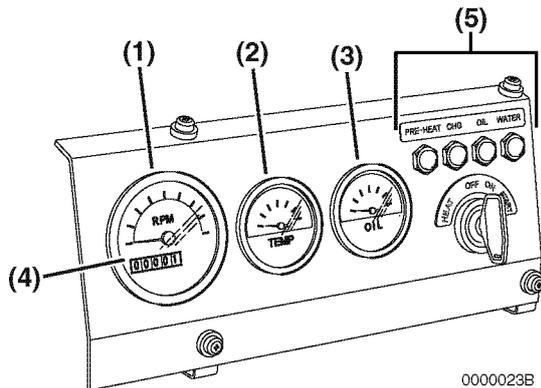
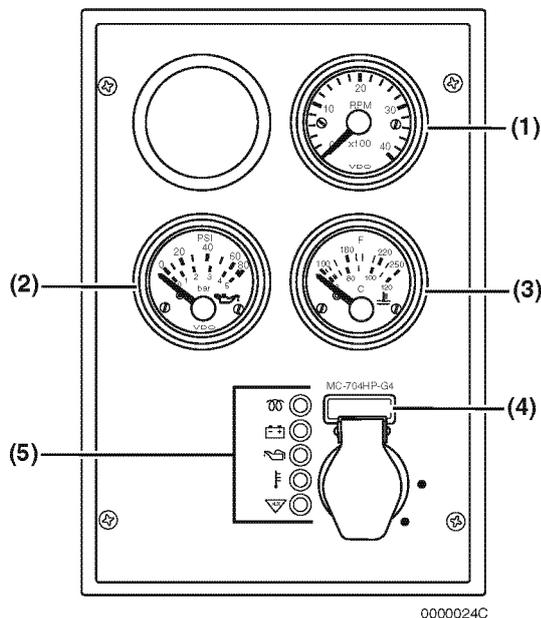

Abbildung 4
Abbildung 5
1. Während der Motor läuft, die Instrumente auf normale Anzeige hin überprüfen. Die in **Abbildung 5** und **Abbildung 4** abgebildeten Instrumente, dienen nur zur Veranschaulichung.
- **Tachometer (Abbildung 5, (1))** or **(Abbildung 4, (1))** - Sicherstellen, dass die Motordrehzahl innerhalb des normalen Grenzbereichs liegt. *Siehe Drehzahlspezifikationen auf Seite 112.*
- **Motoröldruck (Abbildung 5, (2))** or **(Abbildung 4, (3))** - Sicherstellen, dass der Motoröldruck innerhalb des normalen Grenzbereichs liegt. *Siehe Motorhauptspezifikationen: auf Seite 113.*
- **Kühlmitteltemperatur (Abbildung 5, (3))** or **(Abbildung 4, (2))** - Sicherstellen, dass die Kühlmitteltemperatur innerhalb des normalen Grenzbereichs liegt.
- **Betriebsstundenzähler** - Die Betriebsstundenanzeige **(Abbildung 5, (4))** oder **(Abbildung 4, (4))** zeigt die Gesamtzahl der Betriebsstunden des Motors an. Dieser Wert ist wichtig für die Planung der regelmäßigen Wartungsarbeiten. *Siehe Zeitplan für Regelmäßige Wartung auf Seite 69.*
2. Nachdem der Motor die Betriebstemperatur erreicht hat, sollte keine der Anzeigen **(Abbildung 5, (5))** oder **(Abbildung 4, (5))** mehr leuchten. Sollte eine der Lampen noch leuchten, den Motor abstellen und die notwendigen Reparaturen durchführen lassen.